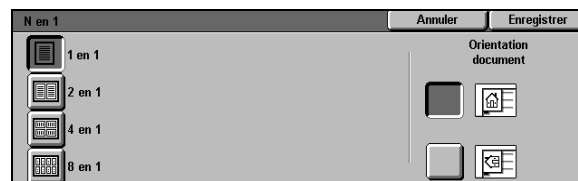

Figure 6 : Écran N en 1 par défaut
- 1** Appuyez sur **N en 1** dans l'onglet Présentation spéciale afin d'afficher l'écran correspondant (voir la figure 6).